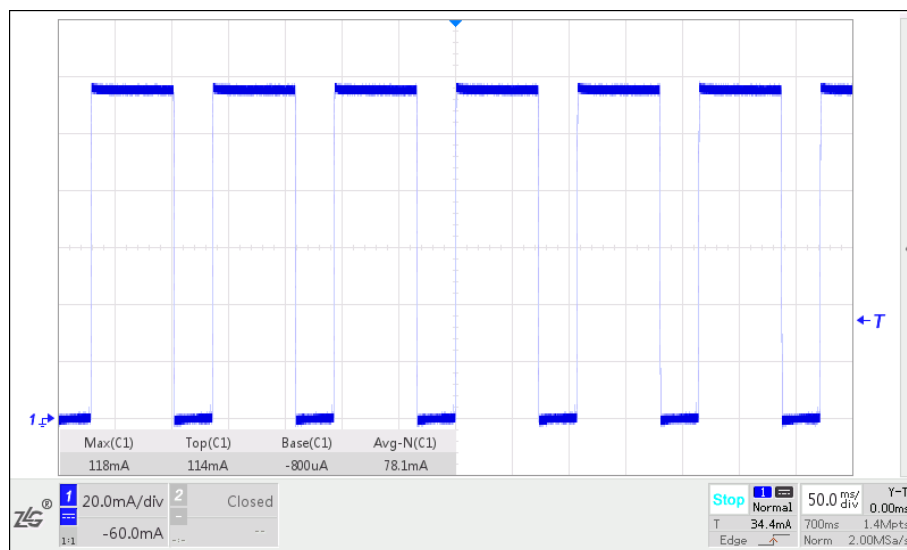
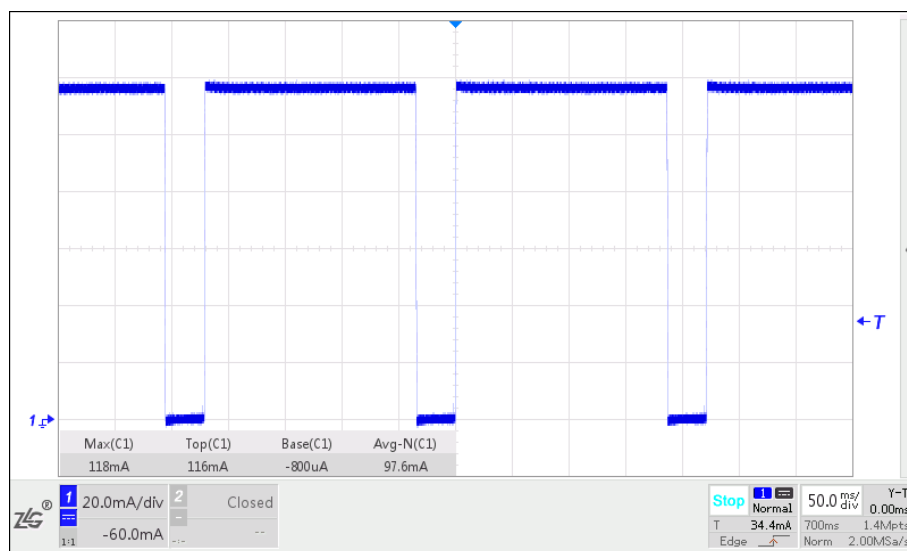

图 3.5 SF=7 BW=125KHz LoRa 发包模式电流
图 3.10 SF=11 BW=500KHz LoRa 发包模式电流
- 2) DUT 处于 LoRa 调制，DC/DC 供电模式，发射功率 22dBm，测量包数 1000 包，包长度 20 字节，包间隔 5ms。DUT 接弹簧天线，典型值 3.3V 供电，数据记录如表 2.2 所示，测试图片如附录图 3.5 至图 3.10 所示。